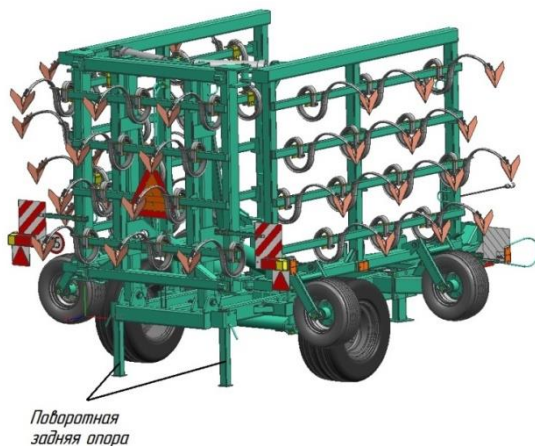

Рисунок 15 – Установка поворотных задних опор культиватора КПМ-6Е
8.8 ВНИМАНИЕ!!! Для предотвращения опрокидывания культиватора КПМ-6 в отцепленном положении, установить поворотные задние опоры (рисунок 15).